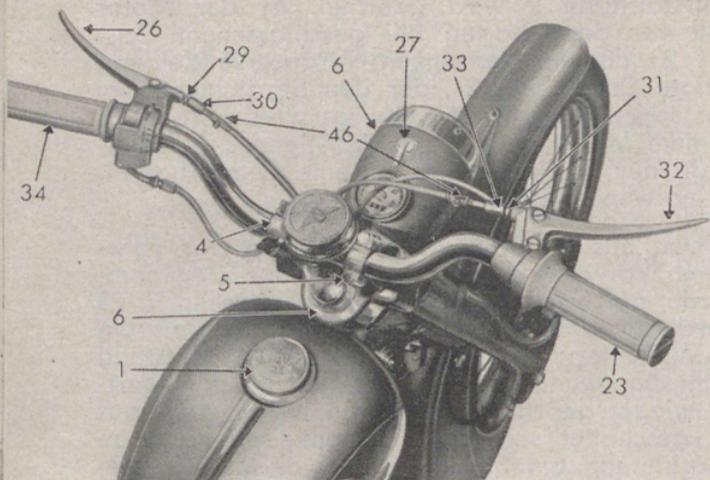

Bild 5
- d) **Der Lenker** (Bild 5) der Combinette ist in zwei Lenkerhaltern 4 mit je einer Schelle gelagert und kann nach Lösen von vier Sechskantschrauben 5 nach vor- oder rückwärts gedreht werden, dadurch wird der Abstand zum Sattel vergrößert oder verkleinert. Schrauben abwechselnd handfest anziehen.
3. **Beleuchtung** (Bild 5)
2. **Die Kupplung** soll nicht schleifen. Bei richtiger Einstellung hat der Handkupplungshebel 26 (Bild 5) beim Anziehen, also beim Auskuppelvorgang, etwas Spiel (toten Gang) und zwar ca. 1 cm am äußeren Hebelende. Das Spiel des Kupplungszuges wird dadurch nachgestellt, daß man die am Handkupplungshebel 26 anliegende Gegenmutter 29 lockert und dann die Stellschraube 30 hinein- oder herausdreht. Hineindreihen vergrößert, Herausdrehen verkleinert das Spiel. Nach der Einstellung des Kupplungsspiels wird